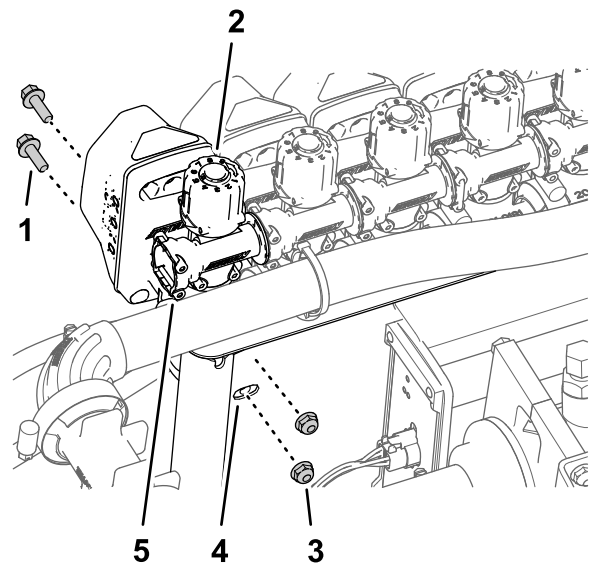
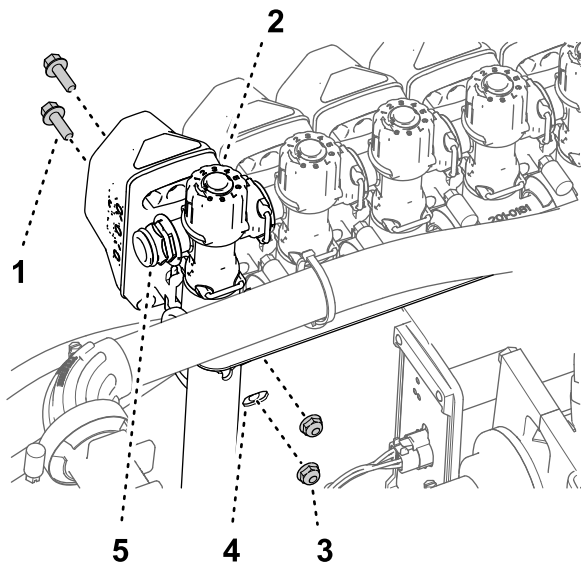

Bild 108
Bild 107
3. Befestigen Sie das Düsenventil 10 mit den zwei Bundkopfschrauben ($\frac{1}{4}$ " x $\frac{3}{4}$ "") und zwei Sicherungsbundmuttern ($\frac{1}{4}$ ""), die Sie in Schritt 2 in Abnehmen der Abschnittventile von der Verteilerbefestigung \(Seite 35\) entfernt haben, an der Ventilbefestigung (Bild 107 oder Bild 108).